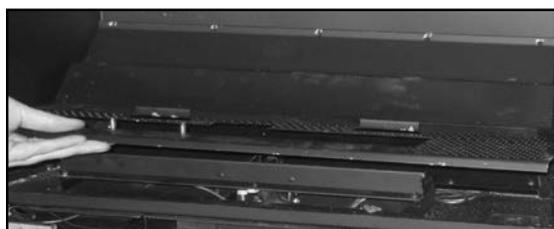

Figure 56: installation du plateau du brûleur
2. Fixez le plateau de brûleur à la chambre de combustion en installant une vis de chaque côté du plateau comme indiqué sur la Figure 56.